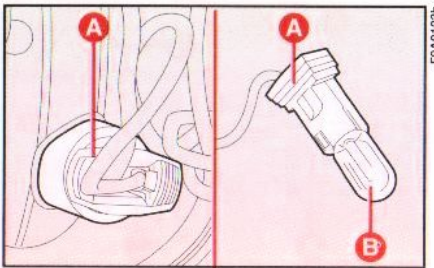

Abb. 21
- 2) Die Lampenfassung **A**, **Abb. 21** drehen und aus ihrem Sitz nehmen, sodann die Lampe **B** die in den Stecker **A** eingedrückt ist, entfernen.